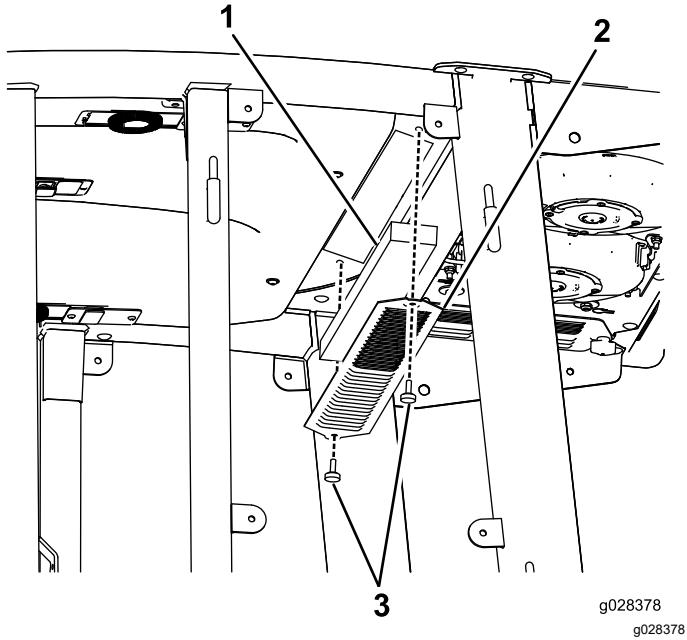

Bild 138
3. Nehmen Sie die 22 Schrauben ab, mit denen das Dach befestigt ist, um das Kabinendach von der Kabine abzunehmen (Bild 138).
4. Entfernen Sie die Luftfilter (Bild 138).
5. Entfernen und reinigen Sie die Klimaanlagen-schlangen (Bild 138).